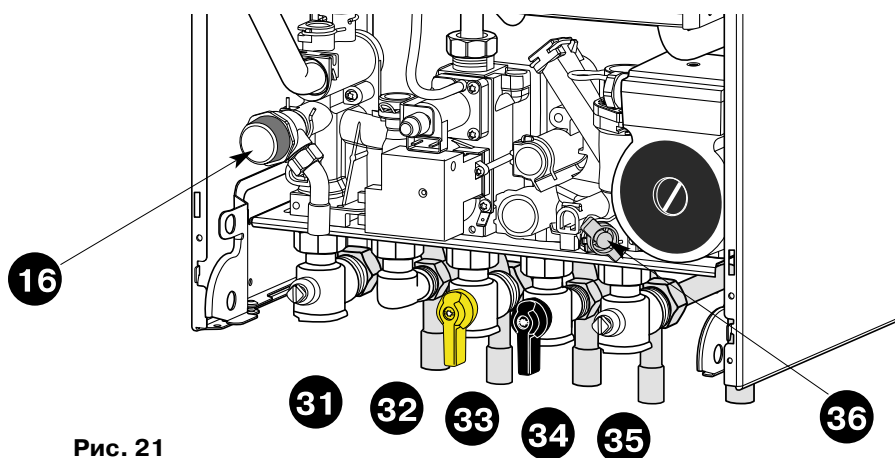

Рис. 21
### Краны и клапаны (рис. 21)
3. Откройте кран подачи газа **33** (рис. 21).
- перекройте подачу газа, повернув кран **33** (рис. 21).